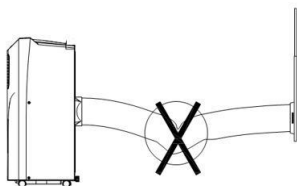

Fig.9
- Évitez que le tuyau ne forme des angles. (Fig.9)